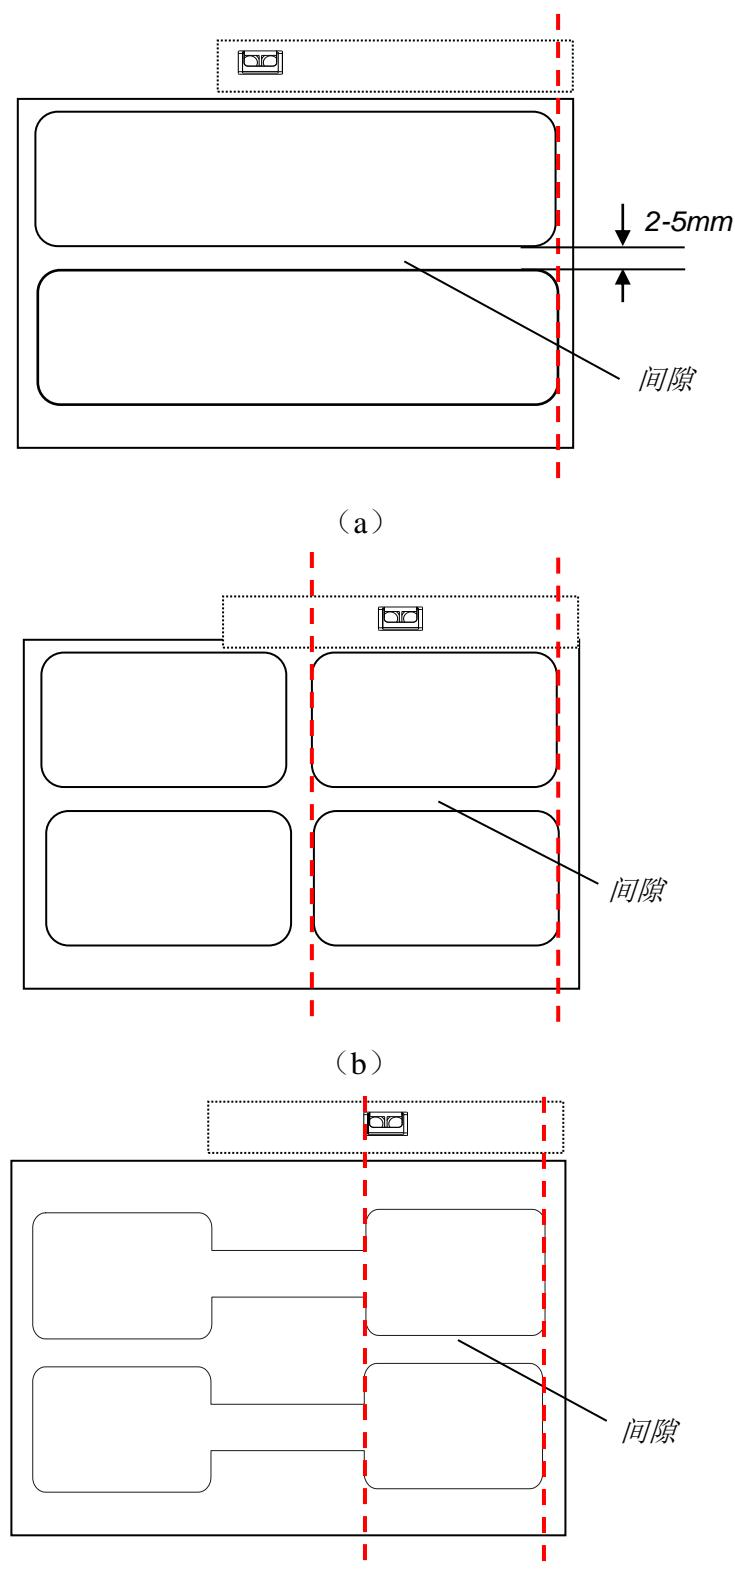

图 2-15
- 选择反射式纸张探测方式时, 需根据不同类型标签纸确定纸张探测器的位置, 请参考图 2-15 (a) (b) (c), 将纸张探测器移动到红色虚线范围内的任意位置即可。